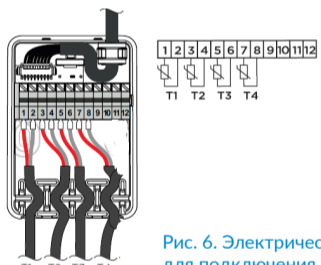

Рис. 6. Электрическая колодка для подключения датчиков температуры
2. Затем подключите соответствующие датчики к соединительной колодке, как показано на Рис. 6.